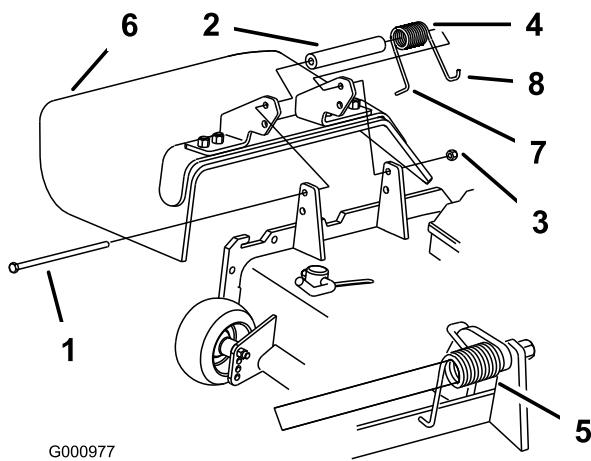

Figure 38
1. Retirez le contre-écrou, le boulon, le ressort et l'entretoise qui fixent le déflecteur aux supports de pivot (Figure 38). Enlevez le déflecteur s'il est endommagé ou usé.
3. Remettez le boulon et l'écrou en place. Accrochez l'extrémité en **J** du ressort au déflecteur d'herbe (Figure 38).
Remarque: Prenez soin de placer l'extrémité en **L** du ressort derrière le bord du plateau avant de mettre le boulon en place, comme indiqué à la Figure 38.